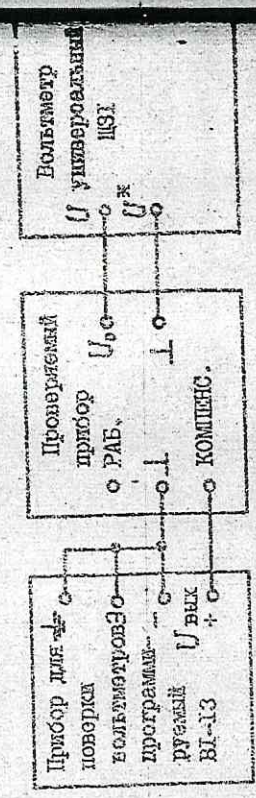

Рис. 12.3
12.3.4.3. Проверка работоспособности прибора с термисторными преобразователями, имеющими 20-ти процентный разброс точек нулевой, производится ковенным путем, определением глубины регулировки потенциометра "  $\Phi$  ". Схема соединения приборов приведена на рис. 12.3.
1) соедините прибор согласно рис. 12.3;